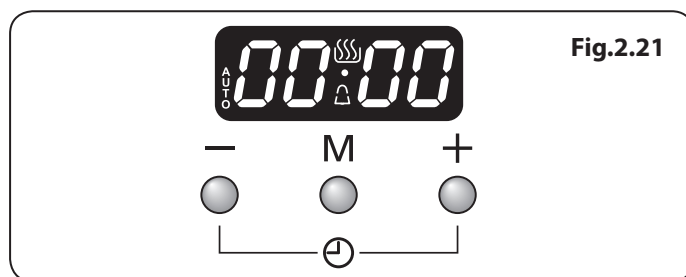

Fig.2.21
1. L'horloge LCD est présentée en (Fig.2.21). Une fois la cuisinière connectée et allumée, l'écran clignote (00.00) et l'heure débute à (00.00).